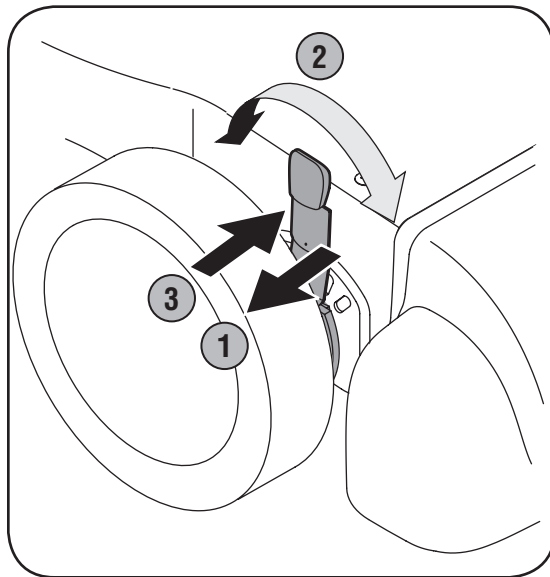

Figura 3-8
1. Oprima la palanca de ajuste de la altura del pico hacia la rueda. Vea la figura 3-8.